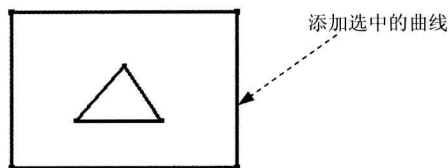

图 2.9.21 添加选中的曲线
Step 3 按住 Shift 键，在草图中选取图 2.9.21 所示的曲线（曲线以高亮显示）的任意部分（如矩形），系统则排除整个草图曲线；再选取图 2.9.21 所示的曲线——矩形